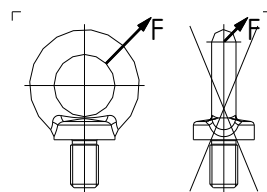

Abbildung 1
- Alle 3 Ringschrauben vollständig bis zum Aufsetzen des Bundes so eindrehen, dass Seitenzug vermieden wird (Abbildung 1).